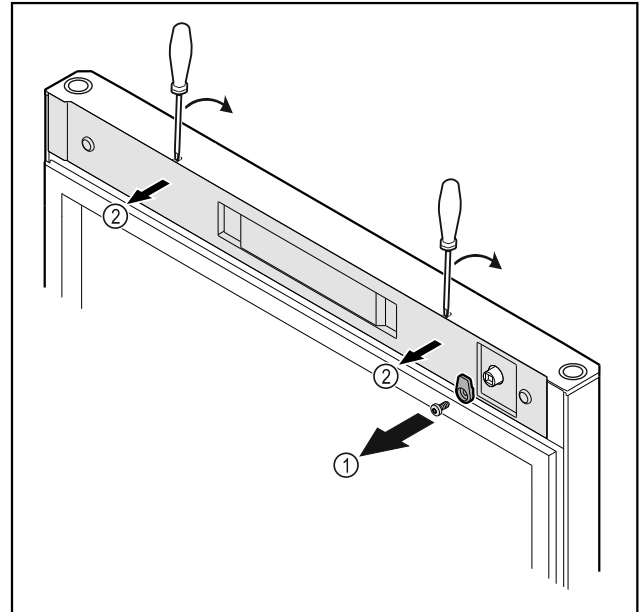

Fig. 53
- Развийте затварящата кука Fig. 53 (1).
- Откопчайте капачката Fig. 53 (2) с малка отвертка и го свалете.